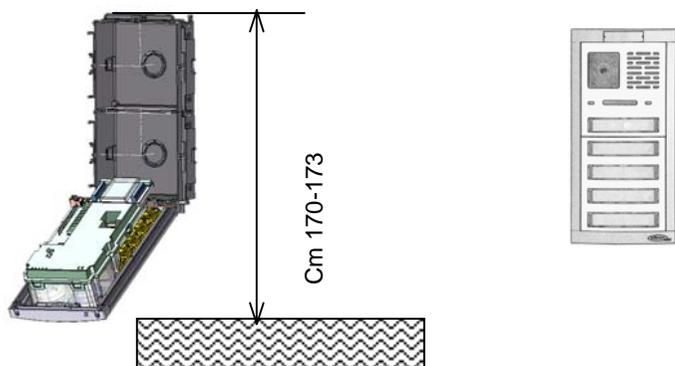

Fig. 1
1. Installer les boîtiers d'encastrement à la hauteur indiquée (fig.1 page 13).